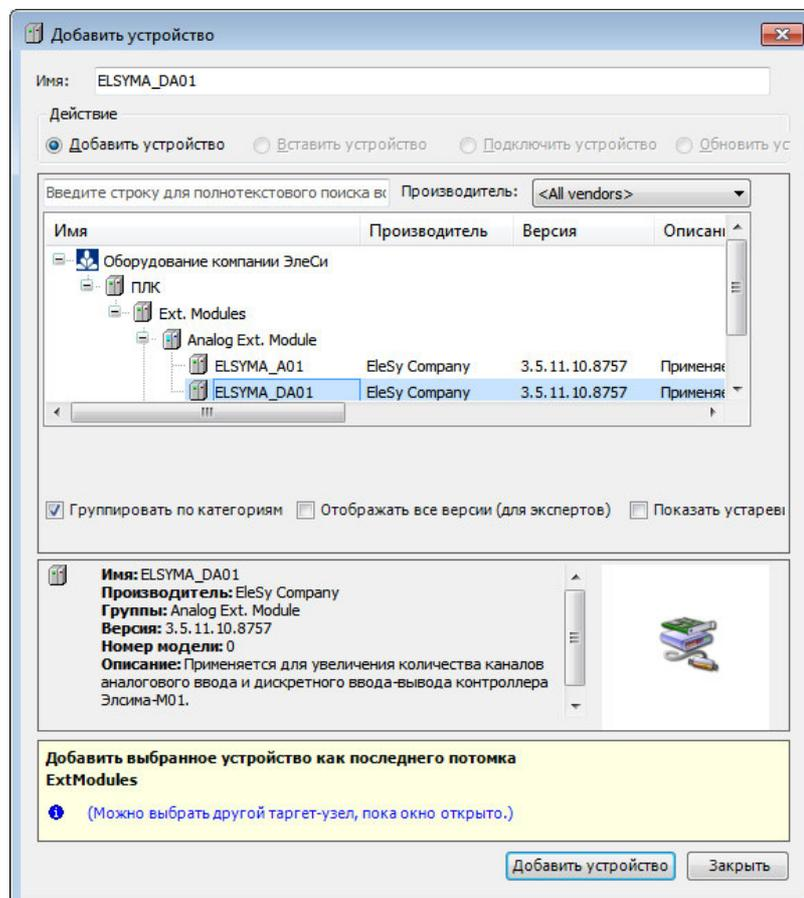

Рисунок 3.7 – Окно добавления устройств. Добавление модуля УВВ
4. Кликнуть правой кнопкой мыши по узлу *ExtModules* (находится в *ELSYMA_M01*) и выбрать команду «Добавить устройство...» (рисунок 3.7). В поле